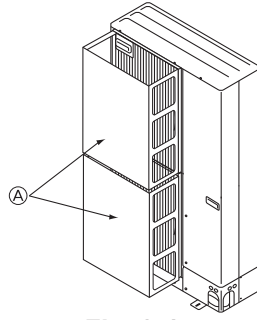

Fig. 2-4
- ② Ünite, tayfun ve başka nedenlerden oluşan güçlü rüzgârların doğrudan hava çıkışına girebileceği bir yere monte edilmişse, isteğe bağlı olarak sağlanan bir hava kılavuzu monte edin. (Fig. 2-4)